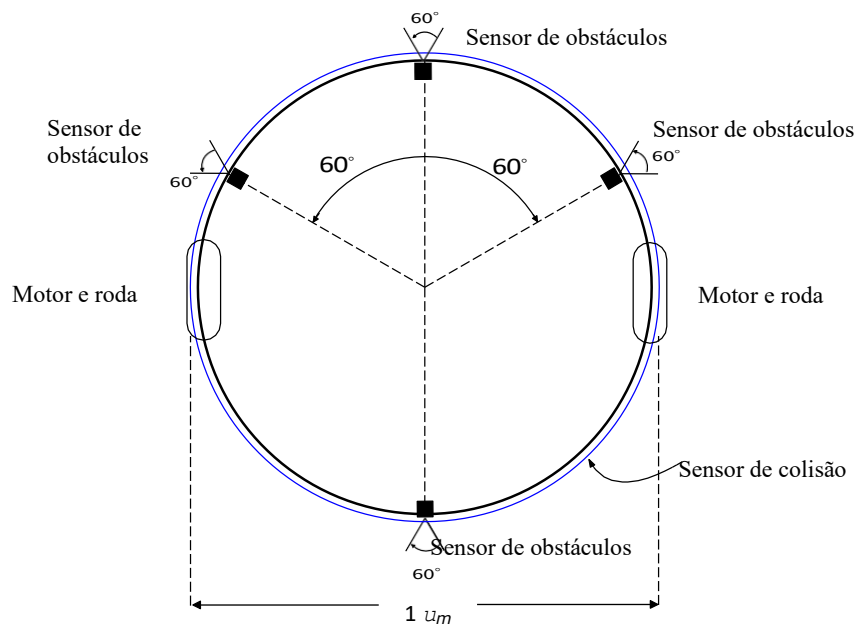

Figura 2: Corpo do robô virtual.
Os corpos dos robôs virtuais têm uma forma circular, com 1 u_m de largura, e estão equipados com sensores, atuadores e botões de comando (ver figura 2).
- **Sensores de obstáculos** medem distâncias entre o robô e os obstáculos circundantes, incluindo outros robôs. Têm posições pré-definidas, mas podem ser reposicionadas na inicialização do robô, embora apenas na zona do robô. A Figura 2 mostra as suas posições padrão.
- Os 2 **motores acionam** duas rodas, colocadas conforme mostrado na figura 2. O movimento do robô depende da potência aplicada aos dois motores. São possíveis tanto movimentos translacionais como rotacionais. Se forem aplicados os mesmos valores de potência